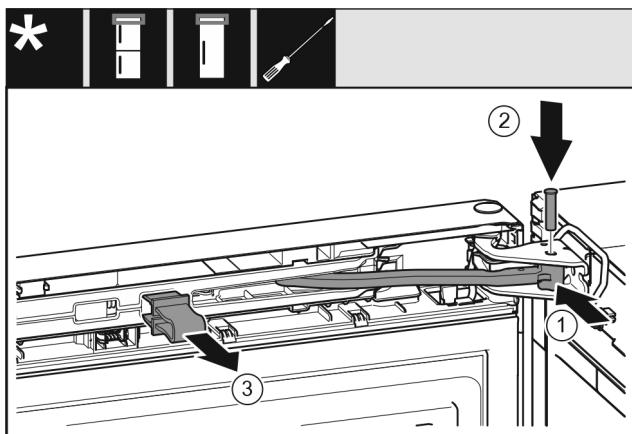

Fig. 48
- 将铰链转入托架。Fig. 48 (1)
- 将螺栓插入托架和铰链。同时注意止动凸轮需正确地位于凹槽中。Fig. 48 (2)
- 取下保险装置。Fig. 48 (3)